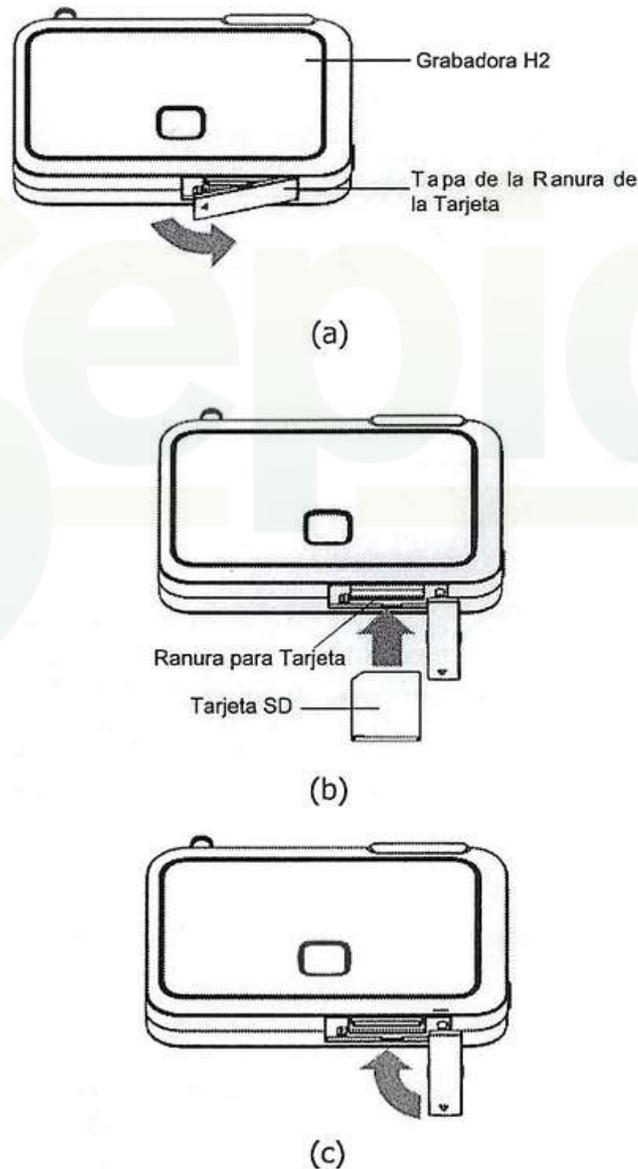

Fig. 9-2 Instalación de la Tarjeta SD
- (1) Abra la **Tapa de la Ranura de la Tarjeta** de la Tarjeta SD que está en el costado de la **Grabadora de H2** como lo indica la flecha en la Fig. 9-2 (a).
- (2) Inserte la **Tarjeta SD** en la **Ranura Para Tarjetas** como lo indica la flecha en la Fig. 9-2 (b).
- (3) Asegure la **Cubierta de la Ranura de la Tarjeta** como lo indica la flecha en la Fig. 9-2 (c).